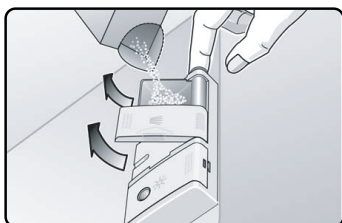

Figure 23/Ilus. 23
3. With the dishwasher door half-open, press the blue button on the right side of the dispenser, as shown in Figure 23. The dispenser cover and chamber will swing upward. Fill the detergent chamber with the amount of detergent recommended in Table 1, using the measurement lines in the chamber as a guide.
3. La porte à demi-ouverte, presser la touche sur le côté droit du distributeur, figure 23. Le couvercle et la section se déplacent vers le haut. Remplir la section détergent avec la quantité recommandée de détergent, tableau 1. Utiliser les lignes comme décrit dans le guide.
3. Abra a medias la puerta de la lavadora de platos, oprima el botón azul en el lado derecho del surtidor, tal como muestra la Ilustración 23.